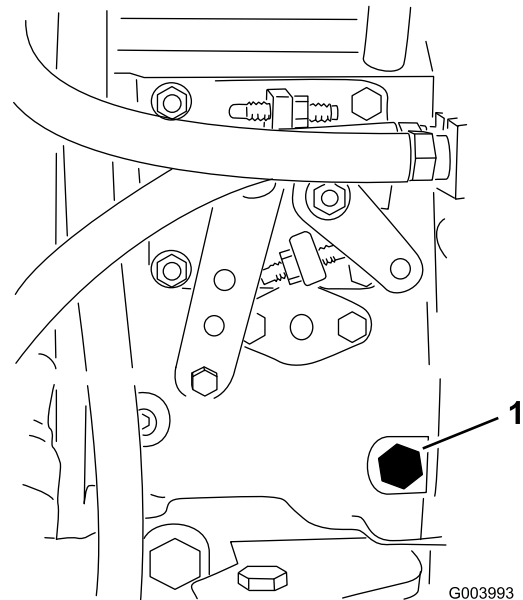

Figure 32
3. Desserrez la vis de purge sur la pompe d'injection (Figure 32) à l'aide d'une clé de 12 mm.